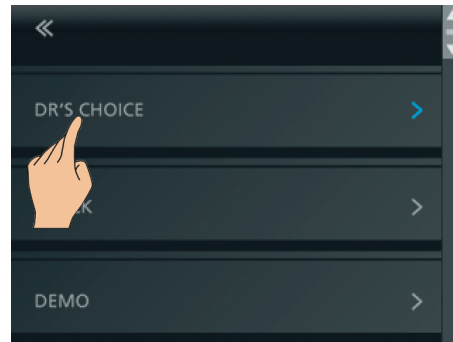

Fig. 21: Seleccione DR'S CHOICE
- Diríjase al menú de Ajustes y seleccione DR'S CHOICE (Fig. 21).